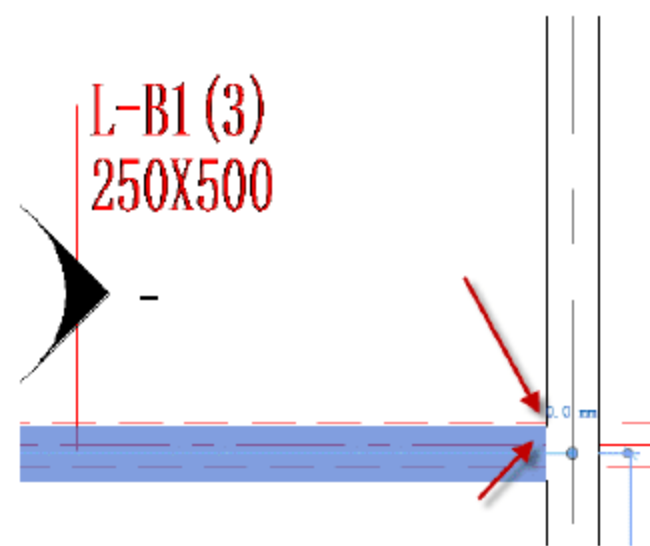

图 4.2.57 调整矩形梁的位置
(7) 调整矩形梁 L-B1 的位置, 选中矩形梁 L-B1, 按快捷键 M+V, 移动矩形梁的位置, 使其与梁线对齐, 如图 4.2.57 所示。